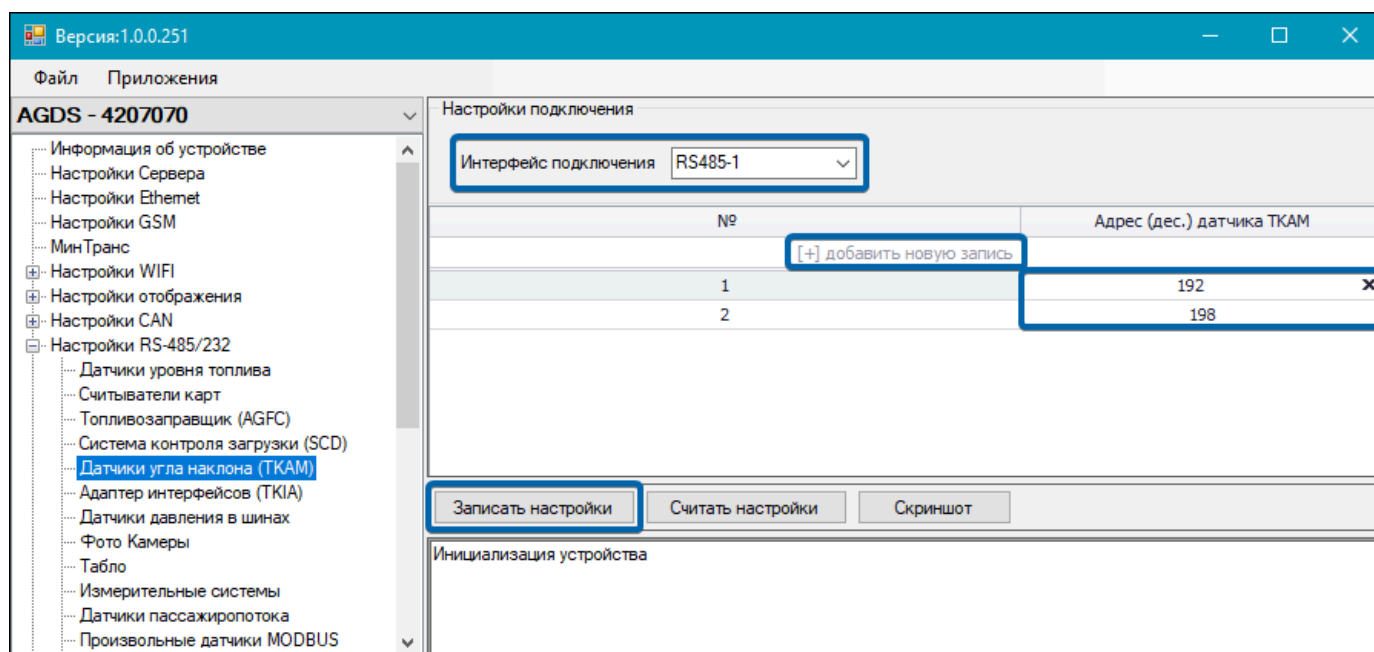

Рис.84. Рабочая область пункта «Датчики угла наклона (ТКАМ)»
2. Выберите в списке программы-конфигуратора пункты Настройки RS-485/232 | Датчики угла наклона \(ТКАМ\) (Рис.84).